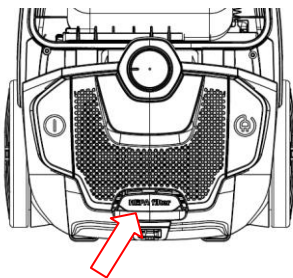

Abb. 16
3. Reinigen Sie den Auslassfilter: Öffnen Sie die Auslassabdeckung und nehmen Sie den HEPA-Rahmen und den Filter heraus. Waschen und installieren Sie es, nachdem der Filter vollständig getrocknet ist (Abb. 16/17).